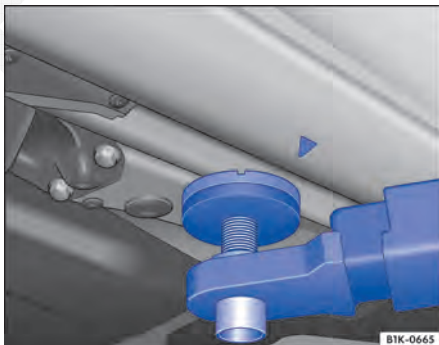

Fig. 204 Ponto de apoio traseiro para suspensão com plataforma elevatória ou com macaco.
O veículo deve ser suspenso somente pelos pontos indicados nas figuras ⇒ **Fig. 203** e ⇒ **Fig. 204**. Se o veículo não for suspenso pelos pontos indicados, podem ocorrer danos no veículo ⇒  e ferimentos graves ⇒ .
- Suspender o veículo somente pelos pontos indicados nas figuras ⇒ **Fig. 203** e ⇒ **Fig. 204**. Se o veículo não for suspenso pelos pontos indicados, o veículo poderá cair da plataforma elevatória quando, por exemplo, o motor ou a suspensão for desmontado.